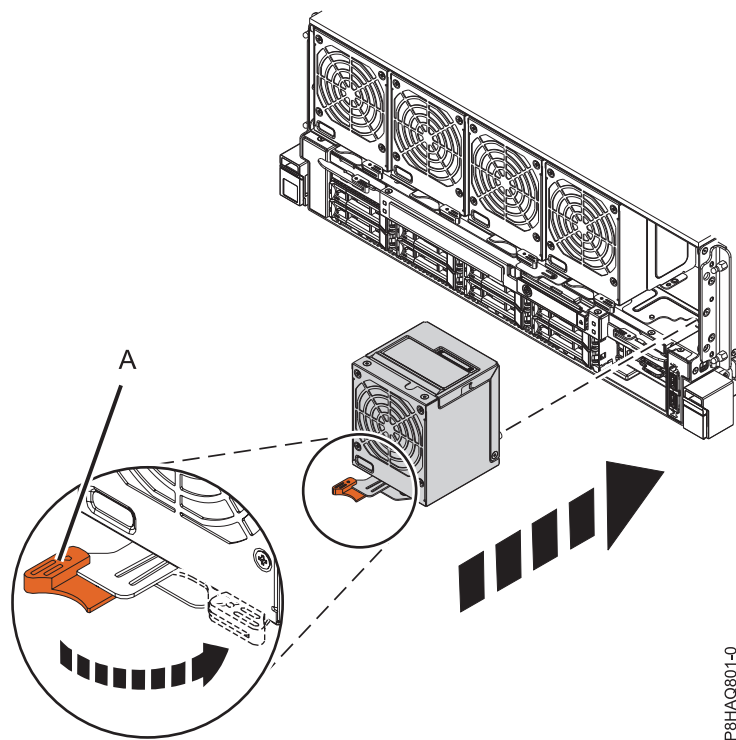

図 15. 前面ファンの再取り付け
1. ラックの前面に移動します。ファンのハンドル (A) が、15 ページの図 15 に示されているように、回転して開いていることを確認します。
3. ファンのハンドル (A) を、示されている方向に回転させてから、ラッチが所定の位置にロックされるまでファンのハンドルを押します。『15 ページの図 15』を参照してください。